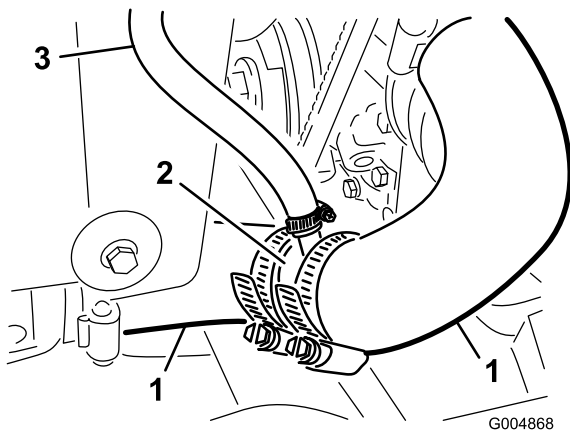
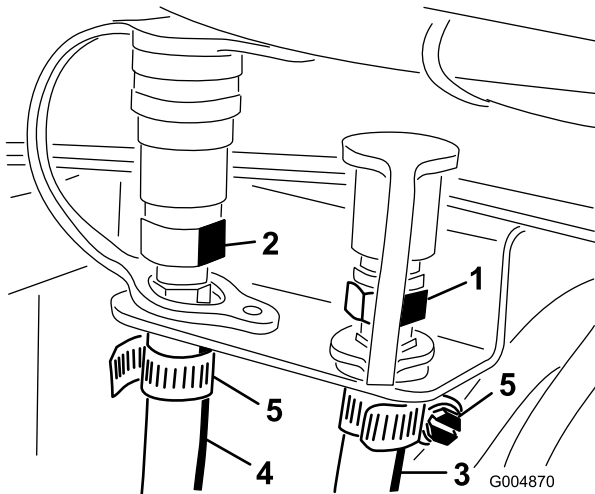
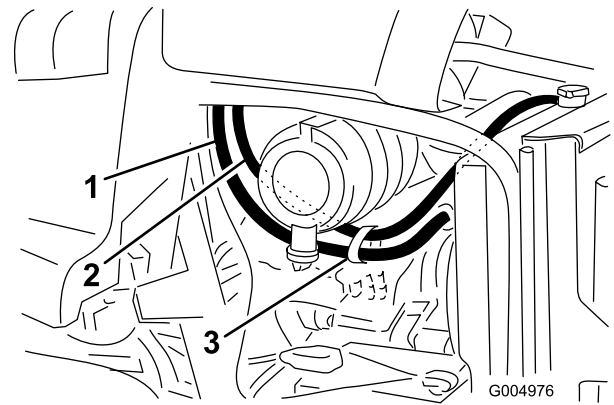

Figura 18
Figura 19
Figura 20
14. Instale el acoplamiento en T en las mangueras y sujételo con abrazaderas, según se muestra en Figura 18.
15. Conecte el trozo de 140 cm (55 pulgadas) de la manguera que recortó anteriormente al acoplamiento en T nuevo de la manguera del radiador (Figura 18). Sujete la manguera al acoplamiento en T con una abrazadera. Enrute la manguera por detrás del depósito de expansión del radiador, hacia arriba por el lado derecho del radiador, por encima del radiador hasta el lado izquierdo y por debajo del limpiador de aire, según se muestra en Figura 19. Coloque una abrazadera en la manguera y conecte la manguera al acoplamiento con racor (Figura 20). Ésta es la manguera de retorno.